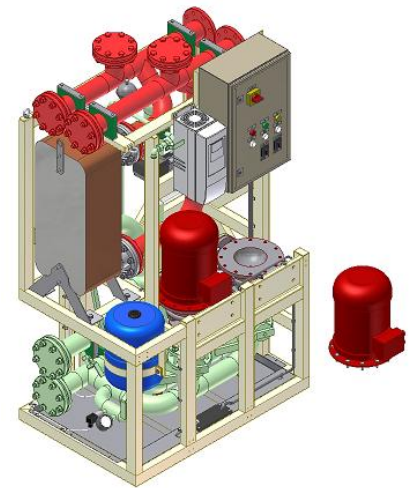

Рис. 6.2-1
8. Открутите болты и гайки от фланца двигателя насоса, оставляя таким образом корпус насоса на месте (рис. 6.2-1). Обратите внимание, что в системе присутствует предустановленное давление в 1,5 бара. Используйте защитные очки.